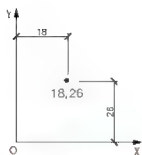

图 2.46 绝对直角坐标
(1) 绝对直角坐标:相对于当前坐标原点的坐标值,绝对直角坐标的输入方法为“X,Y”,如输入“18,26”,结果如图2.46所示。